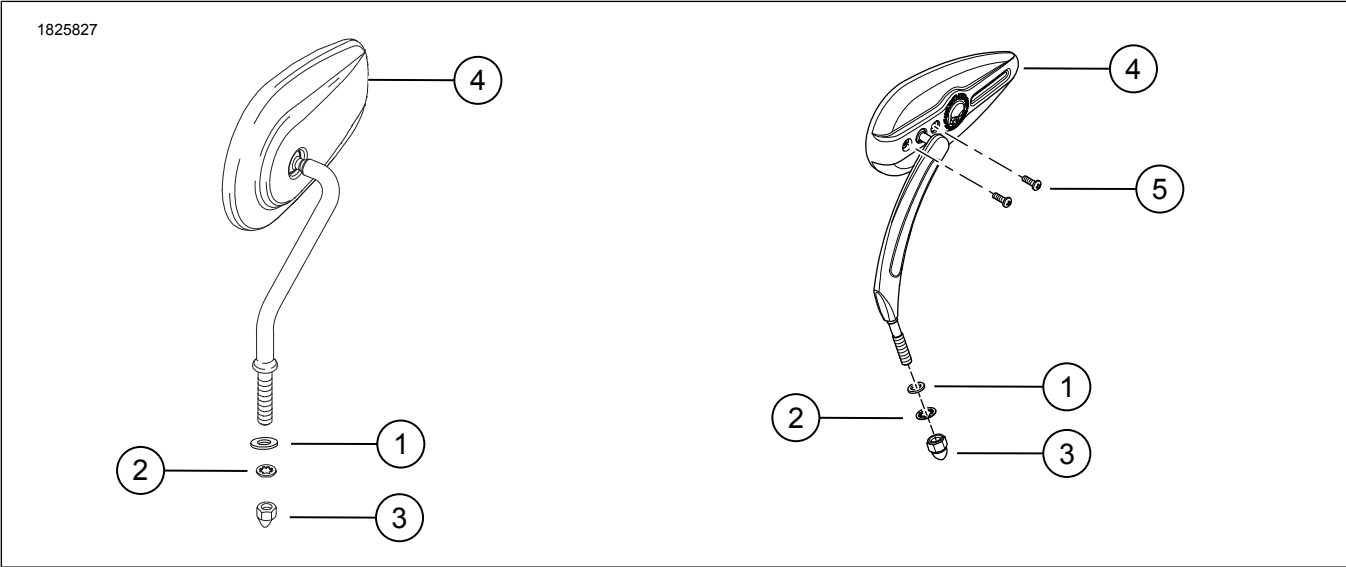

图1。套件内容：后视镜套件
1. 参见图1。将平垫圈(1)安装在以下零件编号外的所有后视镜螺栓柱(顶部位置)上: 91696-05A、92398-09和92410-09。
- a. 参见图1。根据需要逐渐拧紧调节螺丝(5)。拧紧。